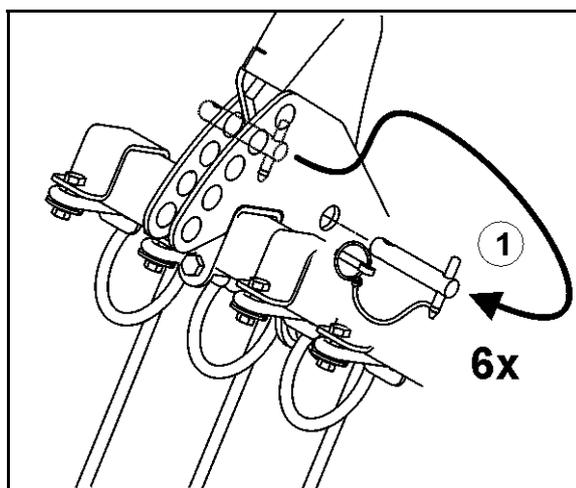

Fig. 32
3. Heckstriegel mit Bolzen (Fig. 32/1) in Transportstellung abstecken und mit Klappstecker sichern.